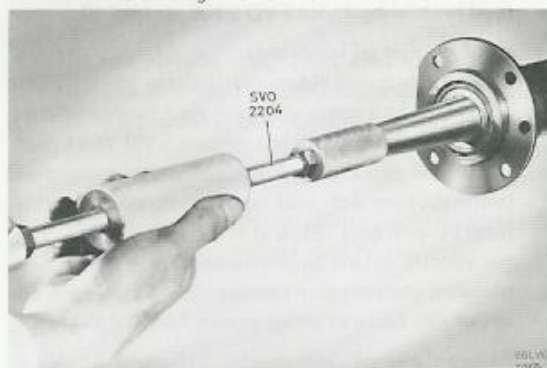

Bild 12. Demontering av drivaxel
2. Dra ut drivaxeln, bild 12. Använd utdragare SVO 2204.
2. Dra ut drivaxeln, bild 12. Använd verktyg SVO 2204. Kontrollera ev. byt tätningringen.